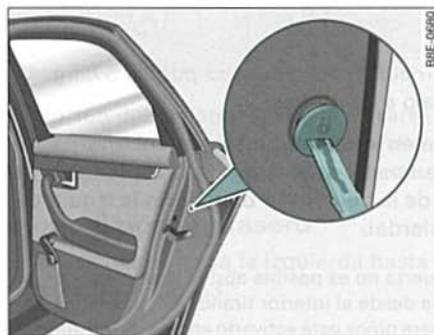

Fig. 49 Dispositivo de bloqueo de emergencia ▶
- Gire la cubierta un poco con la llave ⇒ *página 57*, fig. 49 y ábrala hacia abajo a continuación.